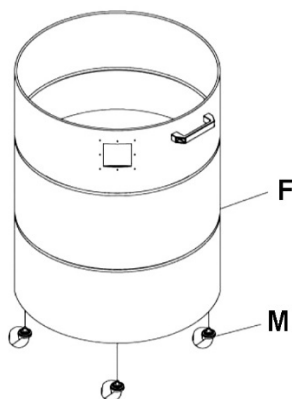

Abbildung 4
4. Die vier Laufrollen (M) in die Gewindemuttern unter der Trommel (F) einschrauben. Siehe Abbildung 4.